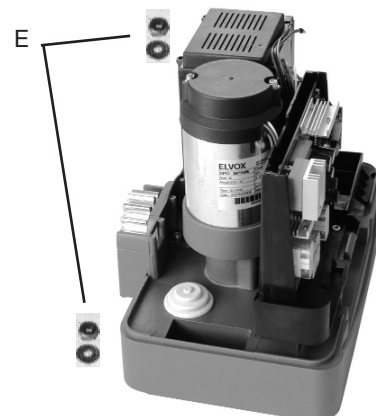

Fig. 3C
- Posizionare il motoriduttore rispettando le misure indicate nella fig. 1. Appoggiare il motoriduttore sulla contropiastra in modo che le viti, M8x30, entrino nei due fori di fissaggio della fusione e fissare i dadi preceduti da una rondella piana ed una dentata, vedi Fig. 3C particolare E.